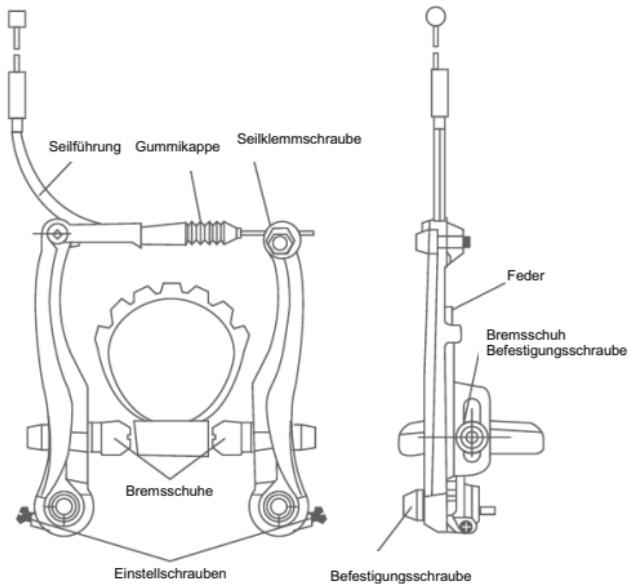

Abbildung 10
- Beide Schuhe sollten gleich weit von der Felge entfernt sein, etwa 1 bis 2 mm. Sie können mit den Einstellschrauben angepasst werden. (Abbildung 10)